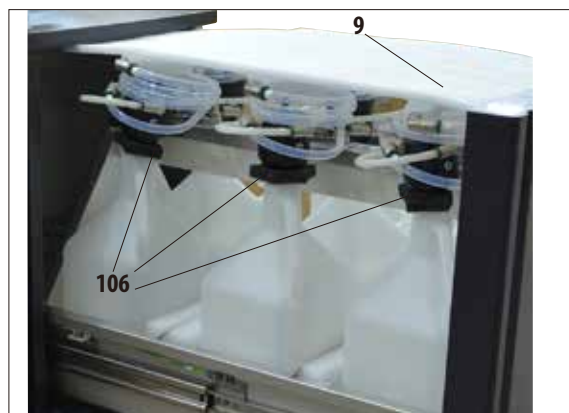

Fig. 18
- Apoi, deschideți sertarul (9) și scoateți toate piesele din spumă de acolo (Fig. 18). De asemenea, scoateți cele șase piese turnate de culoare gri închis (106) de pe gâturile recipientelor RTU.